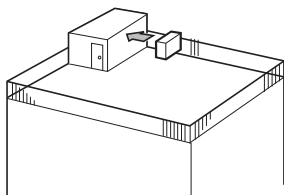

Fig. 2-3
- (1) Anbring udblæsningen, så den vender imod den nærmeste væg og 35 cm fra den. (Fig. 2-3)